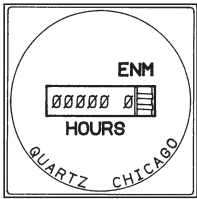

Figura 24-2
Il contaore registra il numero di ore di funzionamento del sistema, includendo sia le ore con acqua sia le ore senza acqua (ovvero tempo con acqua e a secco). Vedi Figura 24-2.
- NON FARE FUNZIONARE LA MACCHINA SE IL VOLTMETRO INDICA UNA TENSIONE INFERIORE AL MINIMO SPECIFICATO O SUPERIORE AL MASSIMO SPECIFICATO. VEDI FIGURA 24-2.
- IL FUNZIONAMENTO DELLA MACCHINA AL DI FUORI DI TALI LIMITI POTREBBE DANNEGGIARE I MOTORI DI TRAZIONE E ALTRI COMPONENTI ELETTRICI. VEDI FIGURA 24-2.